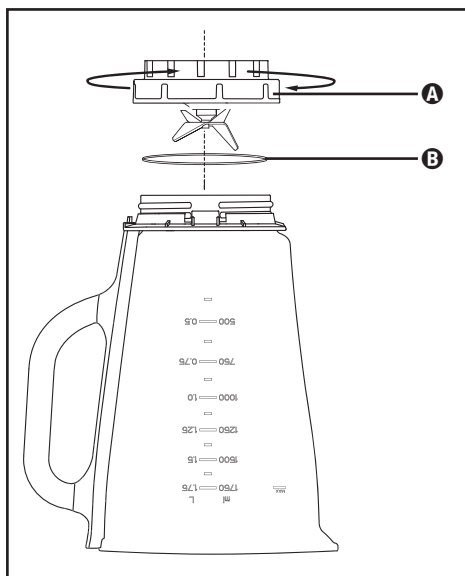

Fig. 3
- 2) Renversez l'appareil et tournez le bloc de lames ❶ dans le sens anti-horaire afin qu'il se détache du bol mixeur ❸ (voir fig. 3).